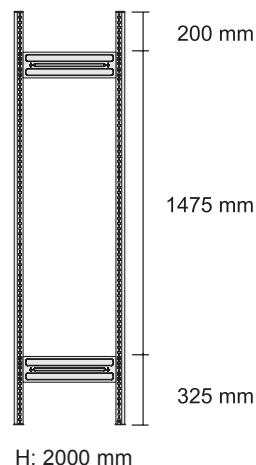

Abb. 2
(D) Zwei Stützprofile im Abstand der Stützenverbinder anordnen (Abb. 1). Stützenverbinder entsprechend Abb. 2 (die Pfeile zeigen in Richtung des Fußbodens) einsetzen und mit einem Gummihammer o.ä. in die Stützprofile einschlagen.
Achtung! Die Fixierprägung der Stützenverbinder (Abb. 2 a) muss auf beiden Seiten in die Stützprofile einrasten (Abb. 3 a).
Attention! Les connexions d'appui (fig. 2 a) doivent s'enclencher des deux côtés des profils d'appui (fig. 3 a).
(NL) Twee steunprofielen op de afstand van de steunverbindingsstukken plaatsen (afb. 1). Steunverbindingsstukken overeenkomstig afb. 2 (de pijlen wijzen in de richting van de vloer) inzetten en met een rubberen hamer of dergelijke in de steunprofielen slaan.
Opgelet! De fixeeradhesie van de steunverbindingsstukken (afb. 2 a) moet aan beide kanten in de steunprofielen sluiten (afb. 3 a).
(GB) Arrange two support frames at the correct distance for the support connection (fig. 1). Fit the support connections as shown in fig. 2 (the arrow points in the direction of the ground) and use a rubber hammer (or similar) to tap them into the support frames.
Attention! The locking pieces for the support connections (fig. 2 a) must be snapped in position on both sides in the support frames (fig. 3 a).